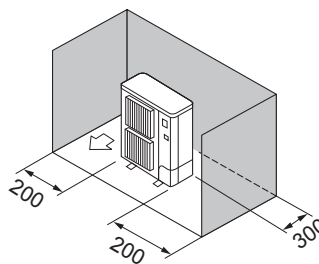

Fig. 2-5
- ③ Miejsce ograniczone tylko z tyłu i po bokach (Fig. 2-5)